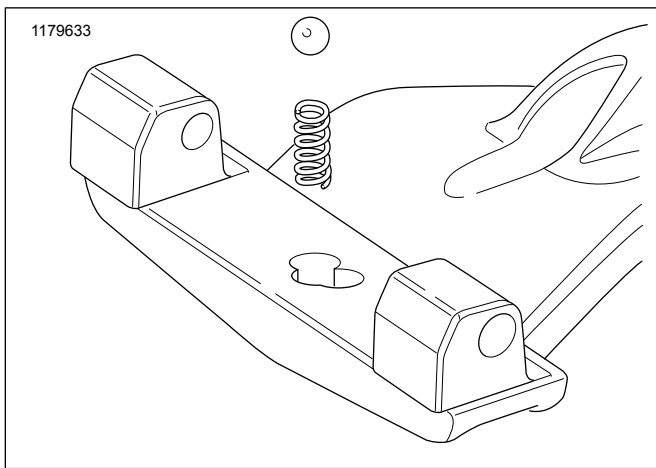

Figura 3. Instalar a esfera e a mola
5. Veja Figura 3. Insira a mola no furo de retenção do suporte do estribo. Coloque a esfera na parte superior da mola.